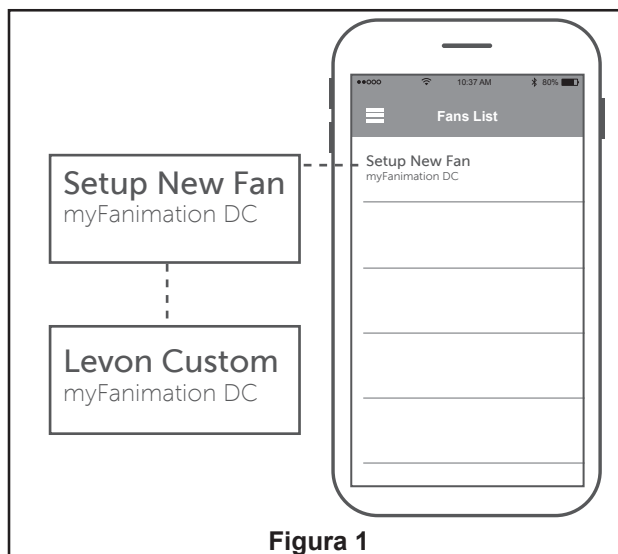

Figura 1
1. Abra la App fanSync y toque Configurar Nueva Fan para iniciar la configuración. (Figura 1)
1. **Instalación de la placa de la pared:** (Figura 1)